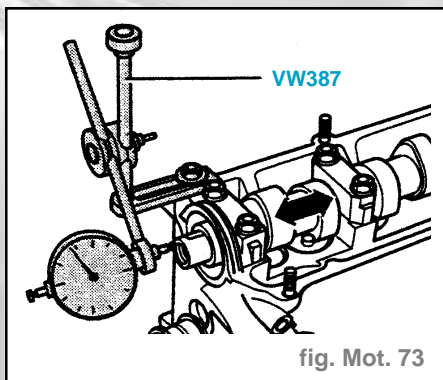

fig. Mot. 73
- Fixer en bout d'arbre à cames sur la culasse le support **VW387** muni d'un compresseur (fig. Mot. 73).